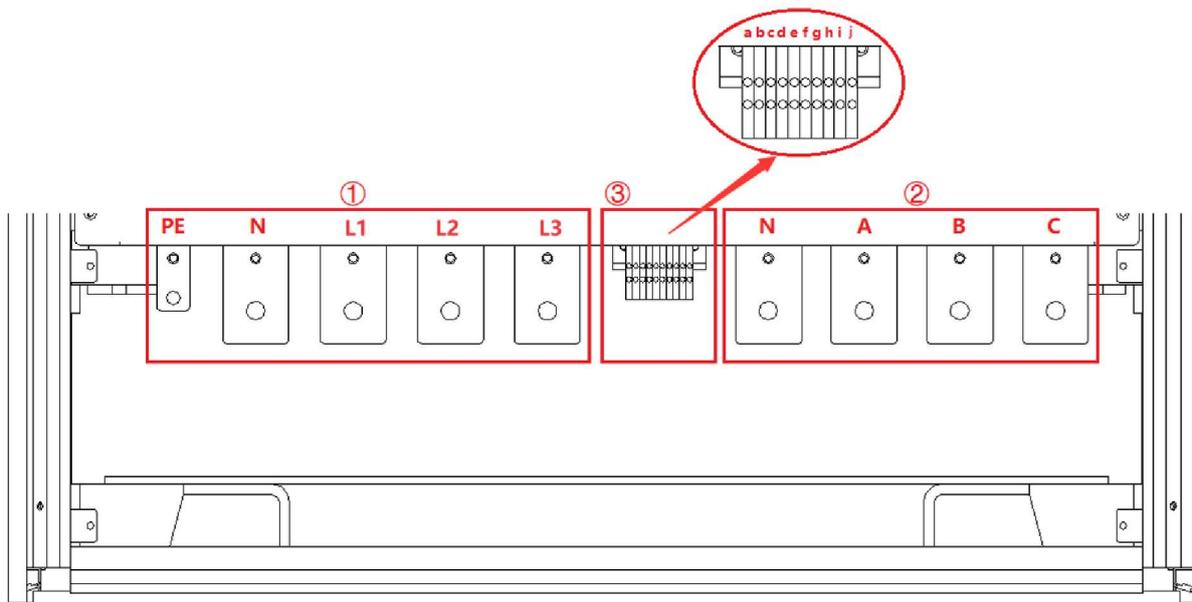

图 1-19
远端补偿接口位于设备内部接线层-③: e, f, g, h, i, j (如图 1-19)。